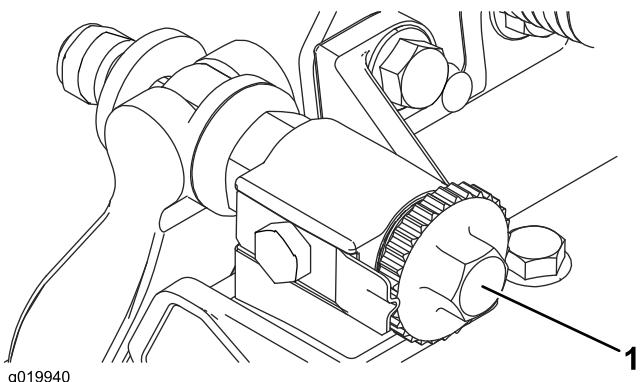

Bild 17
1. Stellen Sie die Schneideeinheit auf eine flache und ebene Fläche. Drehen Sie die Einstellschrauben des Untermesserträgers nach links, um sicherzustellen, dass der Untermesserträger nicht die Spindel berührt (**Bild 17**).